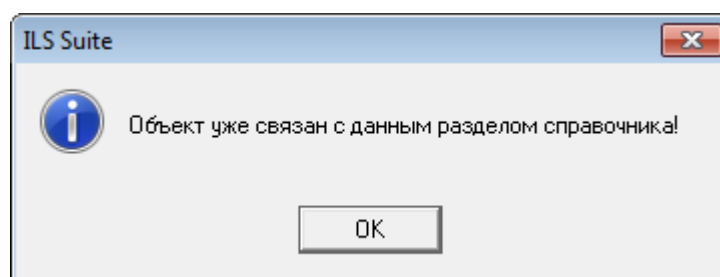
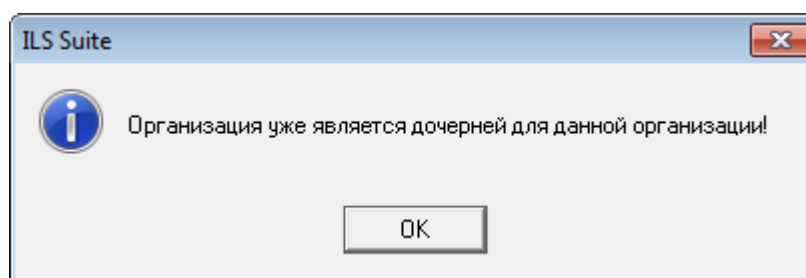

Рис. 9-28 – Информационное сообщение
Рис. 9-29 – Информационное сообщение
5) В случае если такая организация уже связана с данным родительским элементом, появится сообщение о невозможности переместить ее к новому родительскому элементу (рис. 9-28 и рис. 9-29). Необходимо нажать «ОК» для того, чтобы закрыть информационное окно.
В случае если такая организация уже есть в данном разделе, появится сообщение о невозможности установить связь с этим разделом, приведенное ранее на рис. 9-28.